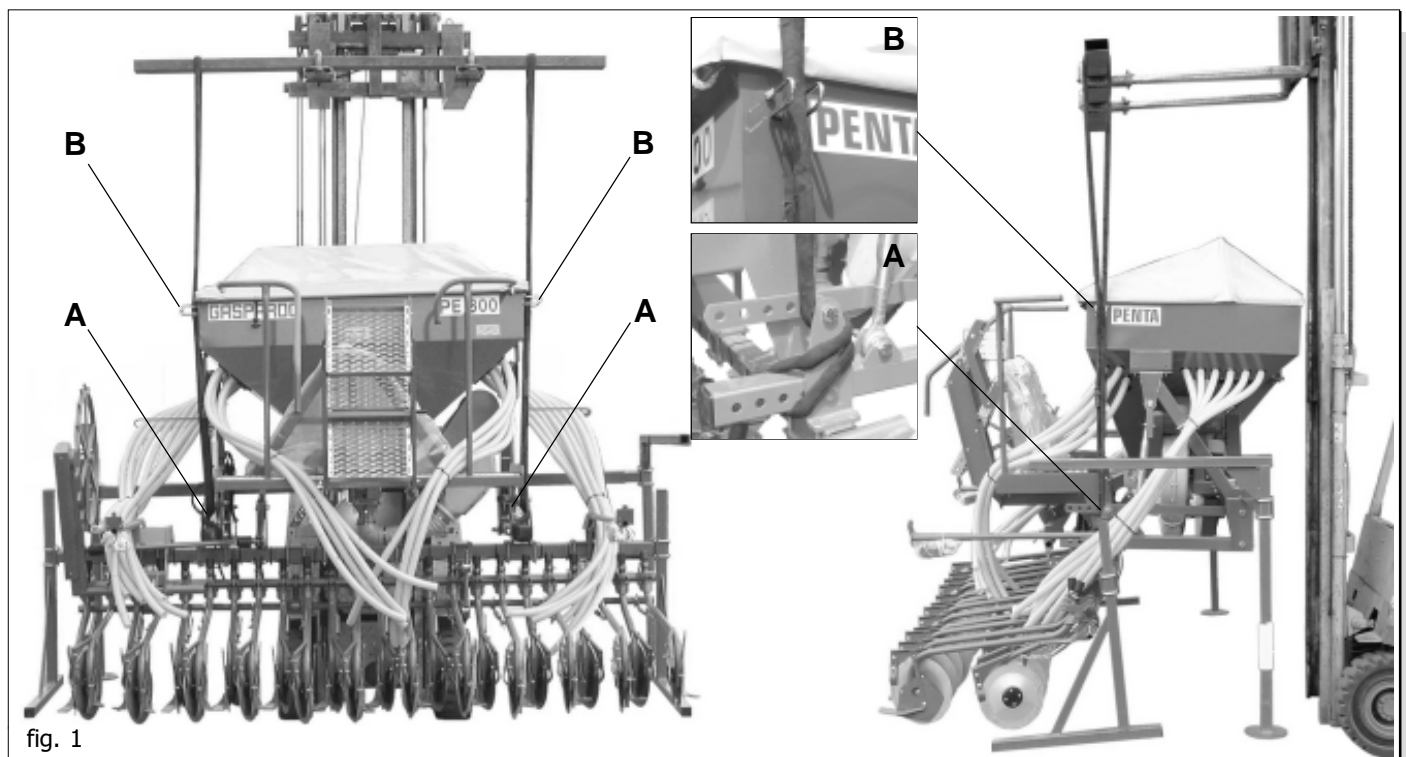

fig. 1
In caso di movimentazione della macchina, è necessario sollevare la stessa agganciandola agli attacchi appositi (A) (Fig. 1) con paranco o gru idonei e di sufficiente portata.